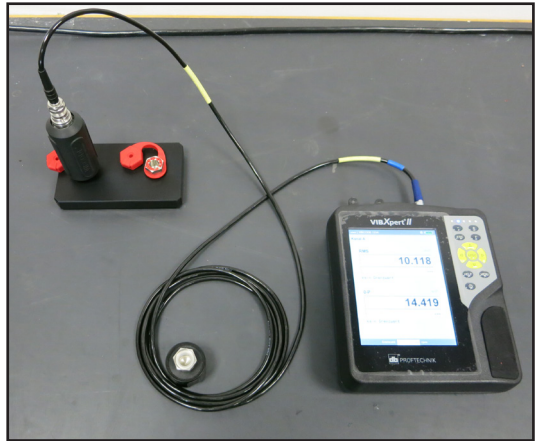

Abb. 2: Messaufbau, Codiereinheit
- Stecken Sie den VIBCODE-Sensor auf ersten Messpunkt (2662) am VIBCODE-Demoset auf (Abb. 2).